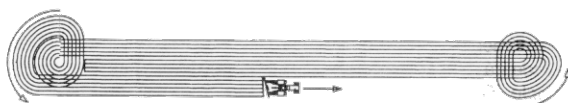
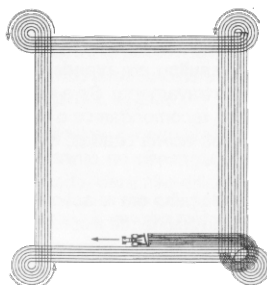

Fig. 6
Fig. 7
- 8.3) Em terrenos planos a gradeação pode ser feita de dois tipos distintos: de dentro para fora, isto é abrindo, vide fig.6; ou de fora para dentro, isto é fechando, vide fig.7. Em terrenos inclinados com ou sem curvas de nível o ideal é trabalhar no sistema de fora para dentro, trabalhando em duas ou mais curvas, pois a gradeação ficará mais uniforme, sem deixar grandes sulcos no terreno.